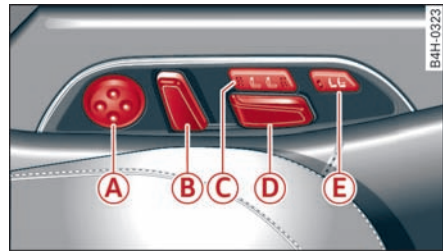
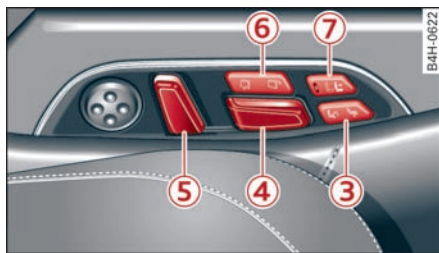

图 58 副驾驶员侧的后座椅：座椅调节按钮
图 60 后座中控台：座椅调整按钮
- ③ - 翻出和翻回大腿支撑：按住按钮 ③ 的左或右 ⇒ 图 60，直到大腿支撑达到需要的位置。
- ④ - 调整大腿支撑倾斜度：请确保副驾驶员座椅调整功能已在信息娱乐系统中接通 ⇒ 45 页。请用按钮 ⑦ 激活副驾驶员座椅调整功能。要调整副驾驶员座椅靠背从而调整大腿支撑时，请向前或向后按按钮 ⑤。
Passenger seat adjustment* (副驾驶员座椅调整功能) - 如果此功能已在信息娱乐系统中接通,则可以从后座椅中用按钮 ⇨ 图 58 或 ⇨ 图 60 调整副驾驶员座椅。